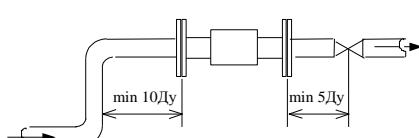

Рисунок 4
- гидравлические сопротивления, искажающие поток (насосы, вентили, задвижки, колена и т.п.) должны устанавливаться на расстоянии не менее 10 Ду до ППР и 5 Ду после ППР (см. рисунок 4). Допускается установка и эксплуатация полноходовых шаровых кранов на расстоянии 5 Ду до ППР и 3 Ду после при полностью открытом положении крана исключающем во время эксплуатации его неполное открытие.